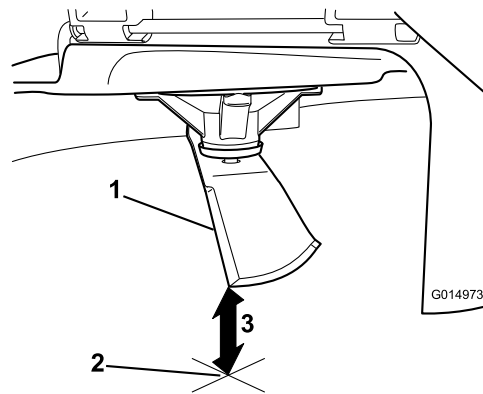

Figura 58
5. Mida desde la punta de la cuchilla hasta la superficie plana (**Figura 58**).